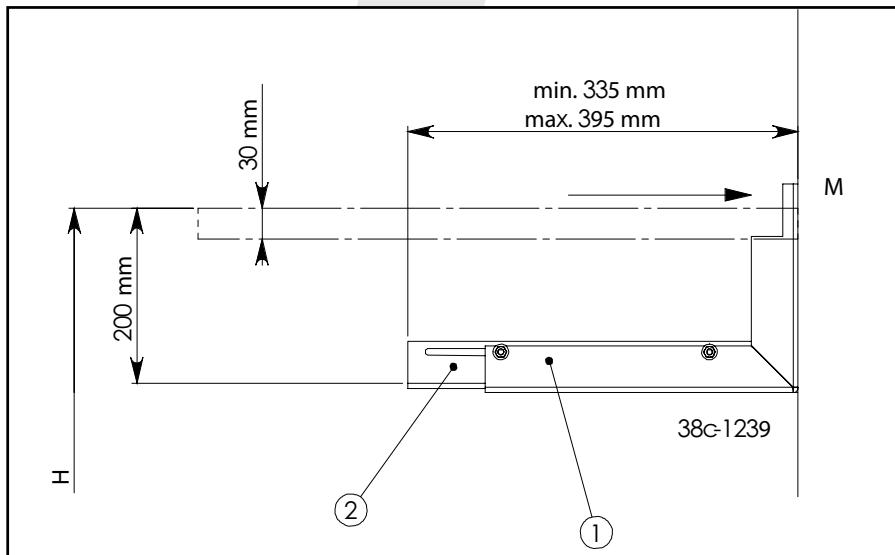

fig. 2
## **Assembly instructions (figures 2 to 6).**
- Determine the height (H) of the platform. Attach the wall bracket (1 and 2) to the wall (M), in such a way that the extending parts (3) are 200 mm lower, see figure 2. The platform plates are 30 mm thick.
- Adjust the extending parts (3) to the required distance to the wall, as in figure 2.
- Stellen Sie die beiden ausschiebbaren Elemente (3) auf den gewünschten Abstand zur Mauer ein (Abb. 2).
- Bestimmen Sie die Höhe (H) der Aufbauebene. Befestigen Sie den Mauerbügel (1 und 2) an der Mauer (M), so dass die ausschiebbaren Elemente (3) 200 mm tiefer liegen (Abb. 2). Die Stärke der Platten für die Aufbauebene beträgt 30 mm.
- Placez les deux éléments escamotables (3) à la distance voulue du mur, comme sur la figure 2.
## Instructions de montage (figures 2 à 6(inclus)).
- Déterminez la hauteur (H) du plateau. Attachez la fixation murale (1 et 2) au mur (M), de manière à ce que les éléments escamotables (3) se trouvent 200 mm plus bas, voir figure 2. L'épaisseur des plaques des plateaux est de 30 mm.